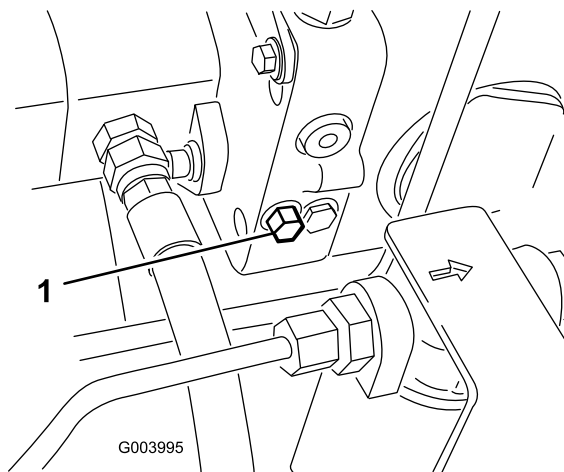

Рисунок 55
1. Перепускной клапан расположен с левой стороны гидростата (Рисунок 55). Чтобы открыть клапан и обеспечить внутренний перепуск масла, поверните болт на 1,5 оборота. Поскольку производится перепуск жидкости, машину можно медленно двигать без повреждения трансмиссии.